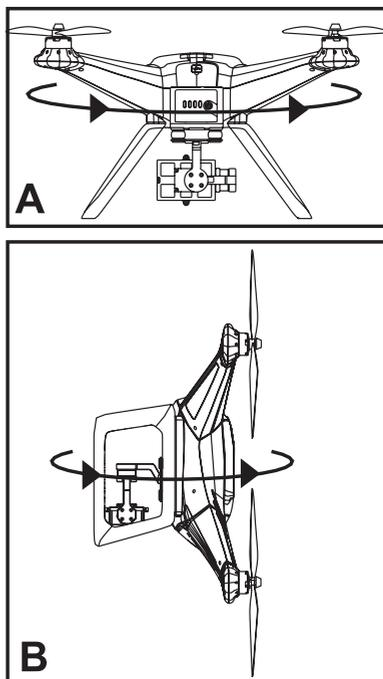

Figura 17
- Tenere il quadricottero in orizzontale (vedere figura 17, illustrazione A) e ruotarlo attorno all'asse verticale finché i LED di stato diventano di colore verde (almeno 360°).
- Successivamente, tenere il quadricottero con le eliche anteriori verso il basso e poi ruotarlo di 360° intorno all'asse longitudinale (vedere figura 17, illustrazione B) fino a quando i LED di stato si spengono.